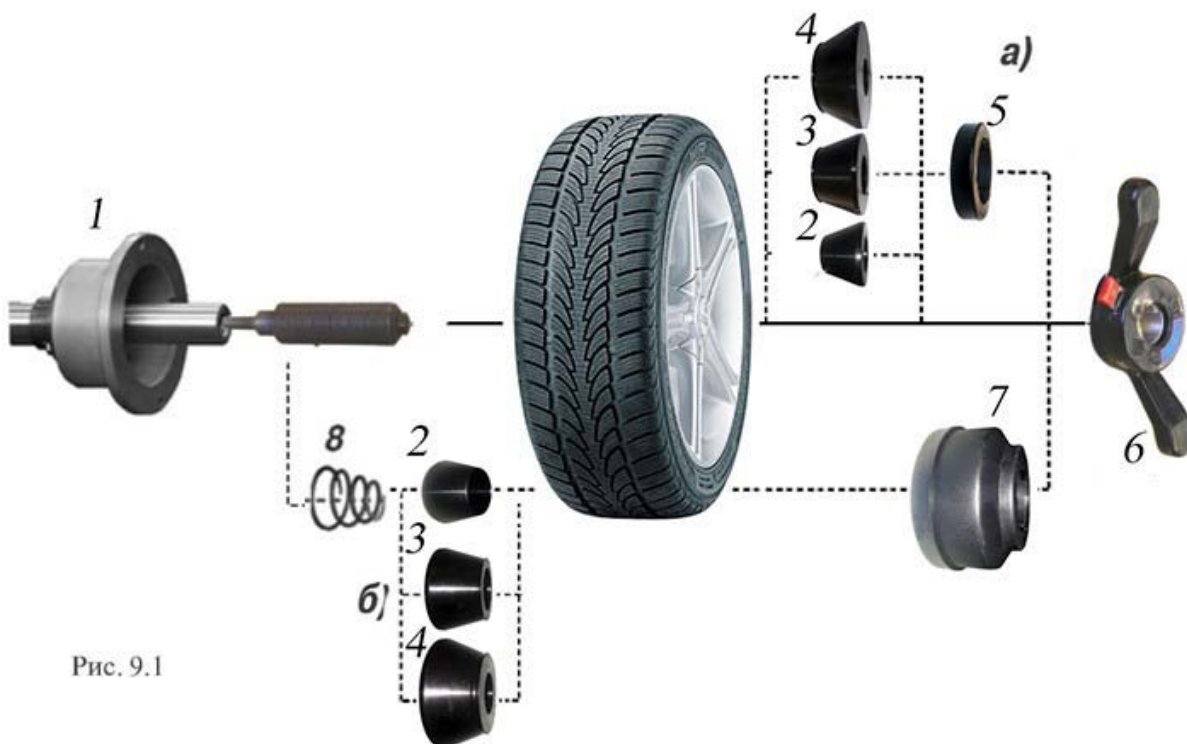

Рис. 9.1
9.2. Балансируемое колесо закрепляется на валу СБ за центральное отверстие обода с помощью конусов и быстросъёмной гайки с раздвижными резьбовыми сухарями. В зависимости от конфигурации обода конус может быть установлен как с внешней стороны обода (вариант "а"), так и с внутренней (вариант "б") (см. рис. 9.1)